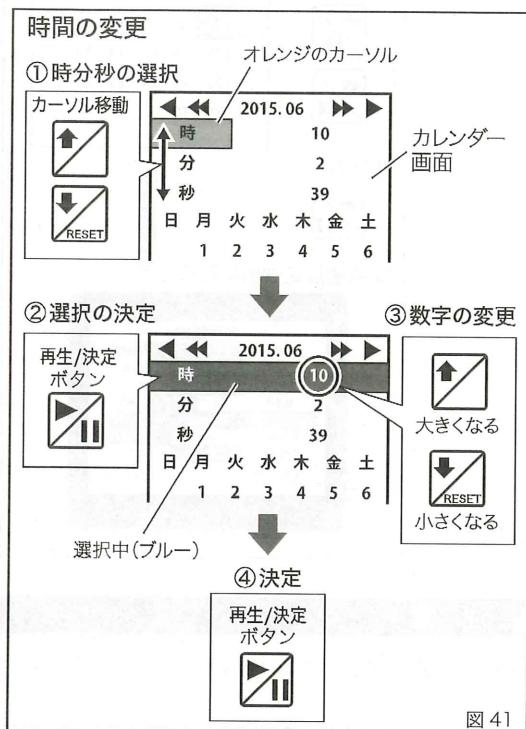

図 41
4. 「時間」の変更(図 41)
① カレンダー画面の「時/分/秒」に、「上」「下」ボタン↑、↓でオレンジのカーソルを移動します。
② 「再生/決定」ボタンを押すと、選択部がブルーに変わります。
③ 選択中の「時/分/秒」の数字を「上」「下」ボタン↑、↓で変更します。
④ 変更後、「再生/決定」ボタンを押し決定します。